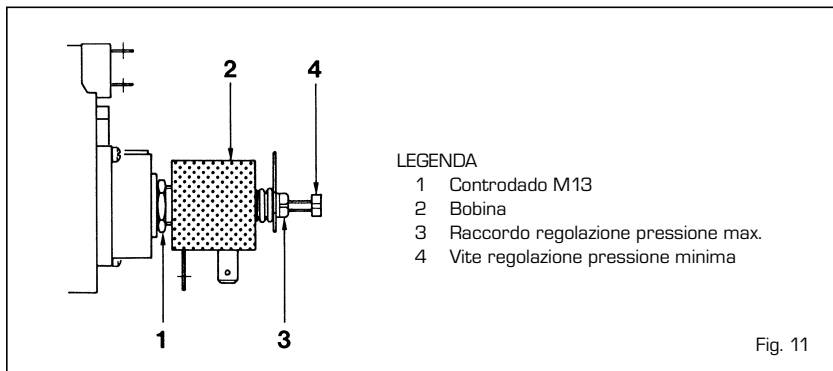

Fig. 11
4.2.1 Regolazione pressione massima (fig. 11)